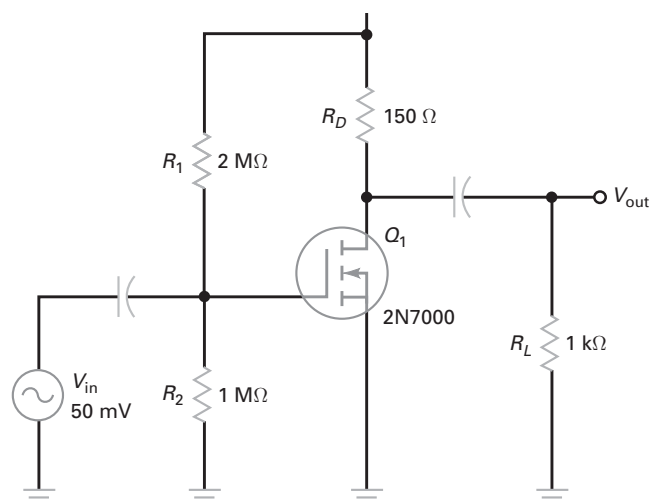

Figura 12-59
- 12-35** Calcule o valor da constante k e I_D na Figura 12-59 usando os valores mínimos de $I_{D(lig)}$, $V_{GS(lig)}$ e $V_{GS(th)}$ para o 2N7000.
- 12-36** Determine os valores de g_m , A_v e $V_{(out)}$ na Figura 12-59 usando as especificações nominais mínimas.
- 12-37** Na Figura 12-59, mude R_D para 50 Ω . Calcule o valor da constante k e I_D usando os valores típicos de $R_{D(lig)}$, $V_{GS(lig)}$ e $V_{GS(th)}$ para o 2N7000.
- 12-38** Determine os valores de g_m , A_v e $V_{(out)}$ na Figura 12-59 usando as especificações típicas nominais, V_{DD} de +12 V e $R_D = 15 \Omega$.